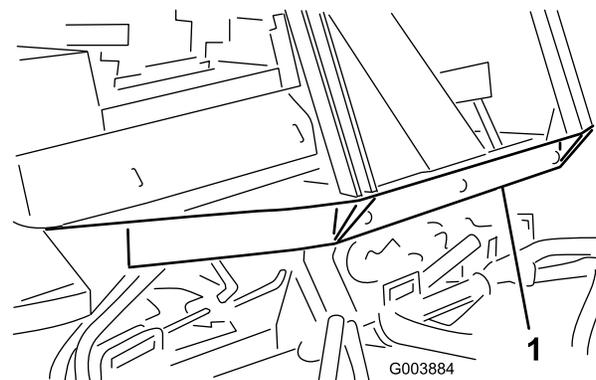

Figure 36
4. Attachez une chaîne, une sangle ou un câble au centre du longeron de châssis avant (Figure 36).